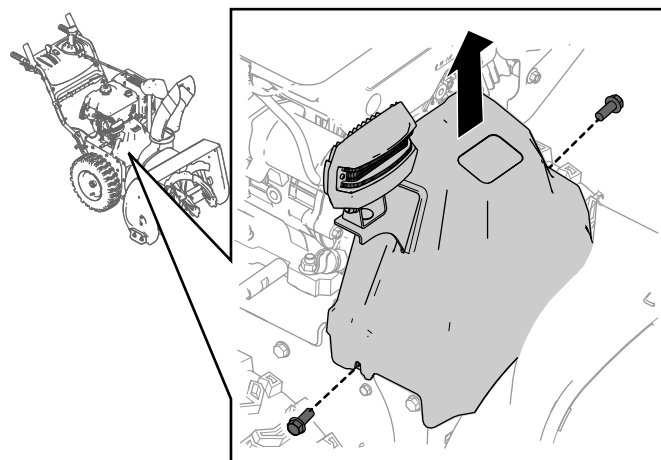

Рисунок 25
- Отверните 2 винта крепления крышки ремня (**Рисунок 25**) на месте.
- Снимите крышку ремня (**Рисунок 25**).